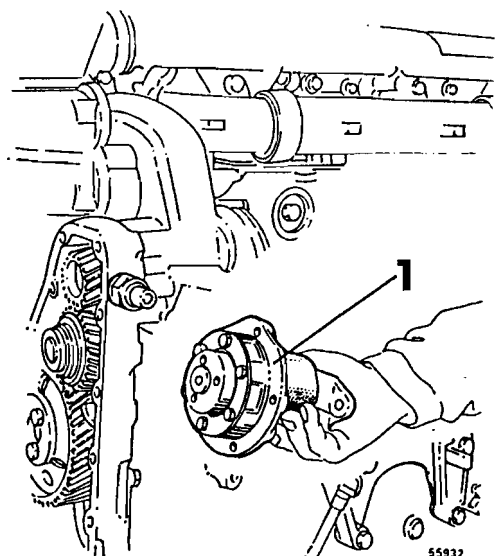

Fig. 229
- 3 Quitar el cárter del eje propulsor del envoltorio de la distribución, véase fig. 229.